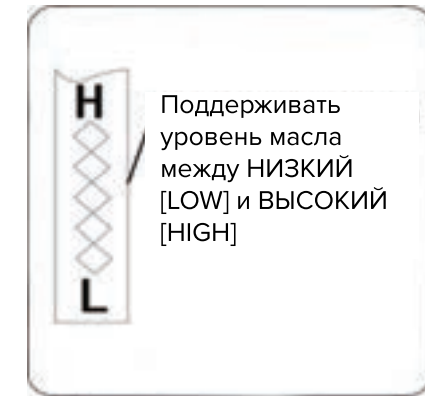

Рисунок 29
4. Отвинтить и снять крышку маслозаливной горловины. Проверить уровень масла. Если уровень масла на щупе ниже отметки НИЗКИЙ [LOW], медленно долить масло до уровня ВЫСОКИЙ [HIGH] (см. Рисунок 29).